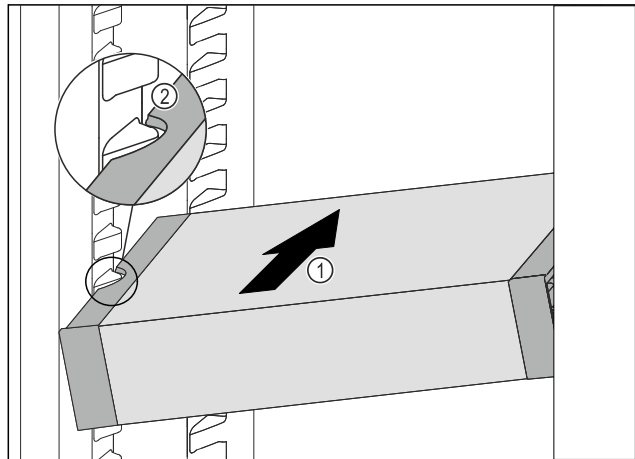

Fig. 95
- ▶ Insérer le VarioSafe en biais dans la partie réfrigérateur Fig. 95 (1) jusqu'à ce que les encoches latérales Fig. 95 (2) du VarioSafe se trouvent à la hauteur de la nervure du bac dans la partie réfrigérateur.